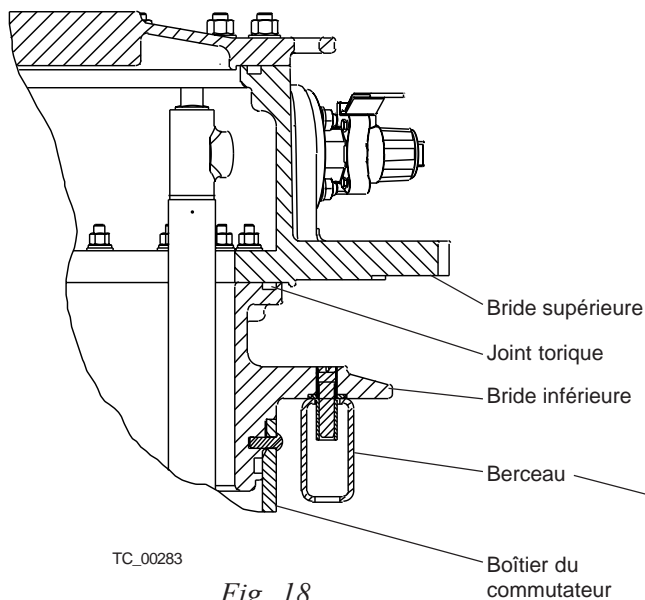

Fig. 18.
La section supérieure du boîtier du commutateur est conçue pour être scindée en bride supérieure et inférieure (voir fig. 18, 19 et 22) pour s'adapter au montage sur berceau.
2. Hisser le changeur de prises en charge sur le berceau (au moyen de l'anneau de levage situé au sommet du changeur de prises en charge – voir fig. 3). Placer le changeur de prises en charge en position de montage du système d'arbre extérieur (voir les schémas du transformateur). Insérer et serrer dans la bride inférieure les chevilles-guides DS 7 fournies et les douilles isolantes (non fournies). Voir fig. 18. La cheville-guide doit être enfoncée au centre au moyen d'un pointeau (voir fig. 20).
3. Placer le joint torique dans la gorge de la bride inférieure (voir fig. 18).